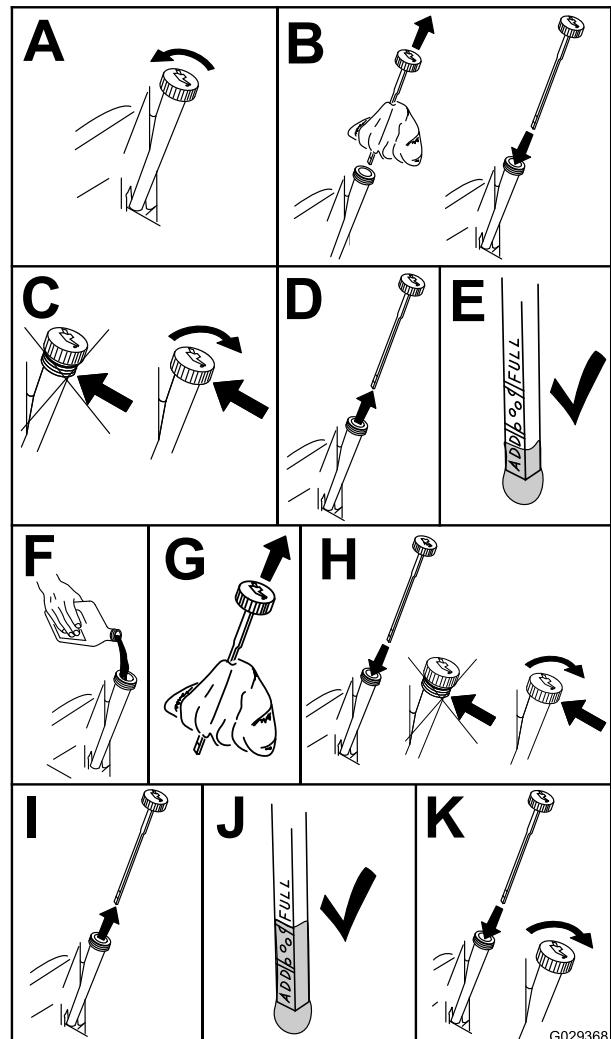

Figura 29
3. Para que no entre suciedad, recortes de hierba, etc., en el motor, limpie la zona alrededor del tapón de llenado/varilla de aceite antes de retirarlo (Figura 29).